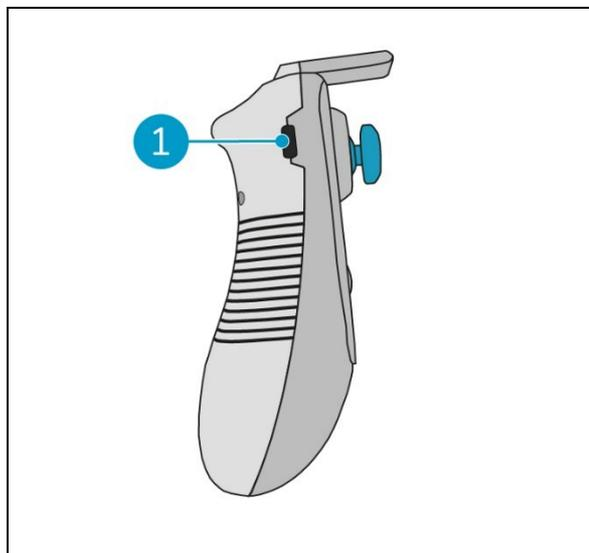

Figura 13
1. Collegare il connettore USB-C del cavo USB-C a USB-A alla porta USB-C (Figura 13, pos. 1) del telecomando.